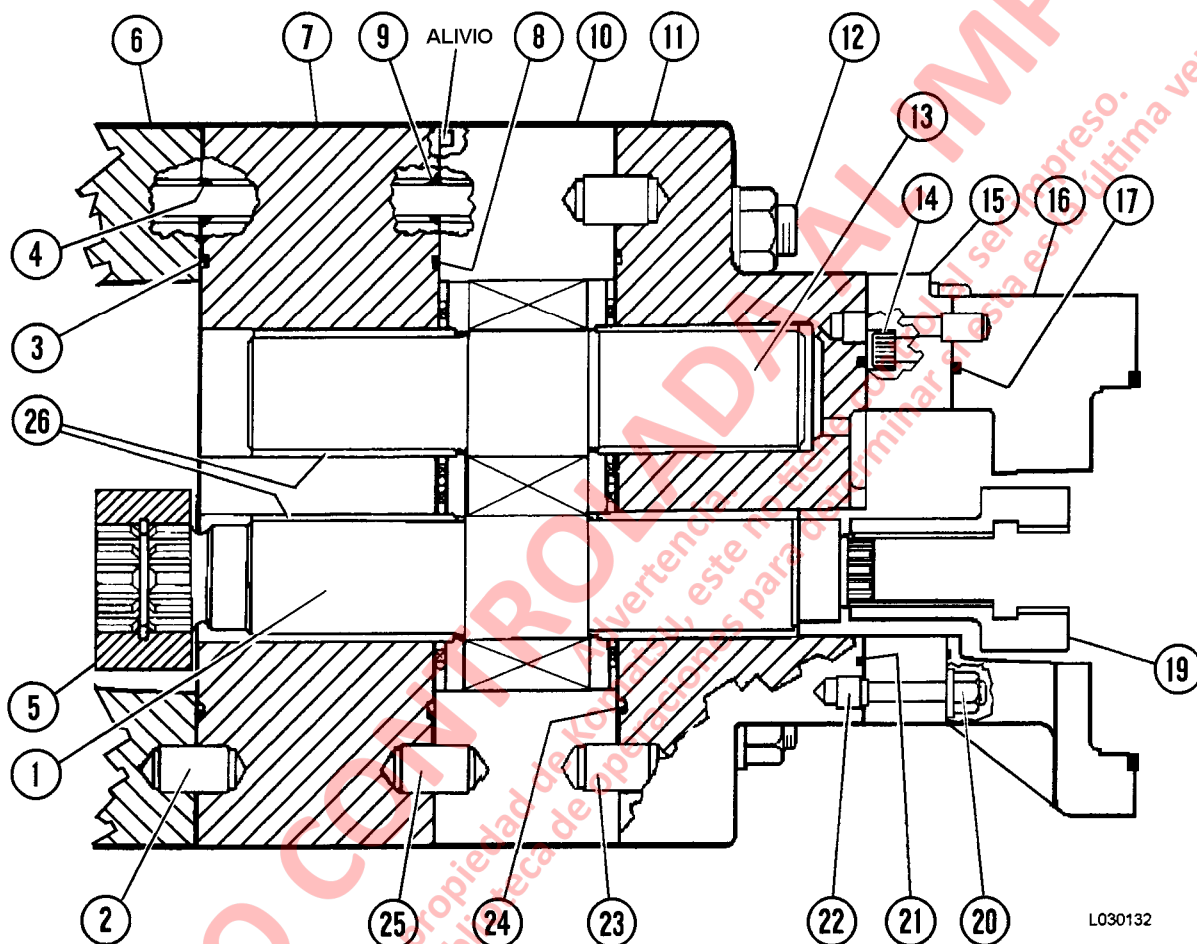
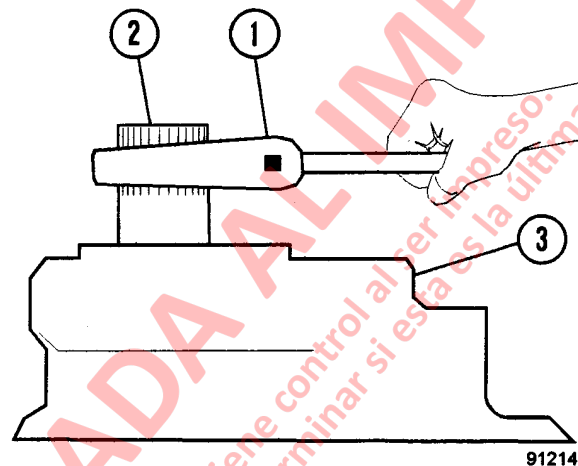

FIGURA 3-15 REENSAMBLADO DE LA BOMBA DE ELEVACION
FIGURA 3-17. REVISION DE LA ROTACION DE LA BOMBA
18. Lubrique el anillo de goma (3, Figura 3-15) y monte la placa de rodamientos (7). Lubrique los anillos de goma (4) y monte sobre los espárragos (12). Vuelva a montar el pasador (2) si lo sacó anteriormente. Monte la placa de rodamientos (7).
20. Lubrique el diámetro interno de los rodamientos (26). Monte los anillos de goma (8 y 9) y el pasador (25) si lo sacó. Monte la placa de engranaje (10). Asegúrese que el alivio de la placa de engranaje esté hacia la placa del rodamiento (7).
23. Lubrique y monte el anillo de goma (24, Figura 3-15) en la placa del conector (11). Instale el pasador (23) si se sacó. Lubrique el diámetro interno del rodamiento en la placa del conector (11). Monte la placa del conector (11) con golillas planas y tuercas.
24. Monte el pasador (22) si lo sacó. Lubrique y monte el anillo de goma (17) en la placa de transición (16). Ensamble la placa de rodamientos (15) con la placa de transición y monte los pernos (14). Apriételos con torque estándar.
25. Lubrique el anillo de goma (21) y coloque en la placa de rodamientos (15). Monte la placa de rodamientos y de transición ensambladas (15 y 16) en la placa del conector (11) y asegure en su lugar con tuercas (20). Apriete las tuercas con torque estándar.
27. Utilizando una llave regulable de 18 pulgadas (45 cm), revise la rotación del eje de mando de la bomba. El eje de mando estará apretado pero debe girar libremente con un torque máximo de **5 a 10 ft lbs (7 a 14 N.m)**, después del impulso inicial (Figura 3-17).
30. Monte un nuevo anillo de goma en la pestaña de la bomba de la dirección y monte la bomba de la dirección a la placa de transición (16, Figura 3-15). Monte los pernos y apriete con torque estándar.